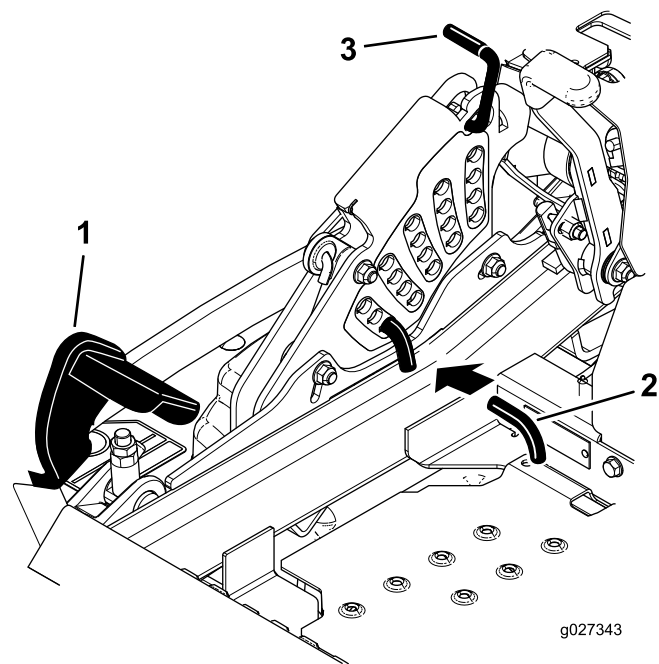

Figura 106
5. Premete completamente in avanti il pedale di sollevamento del piatto di taglio e quest'ultimo si blocca in posizione di trasporto a 14 cm (Figura 106).